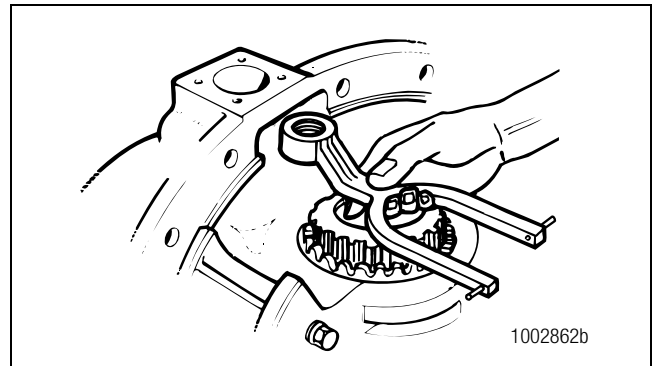

Figura 6.9
4. Instale la horquilla de desplazamiento en su posición correcta dentro de la caja del portadiferencial. Figura 6.9.